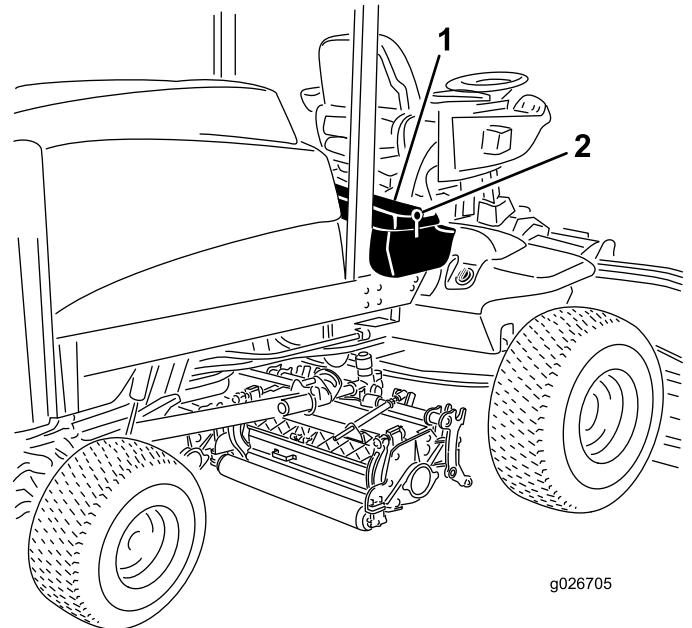

図 83
1. 運転席のコンソールパネルのラッチを外して持ち上げる 図 83。